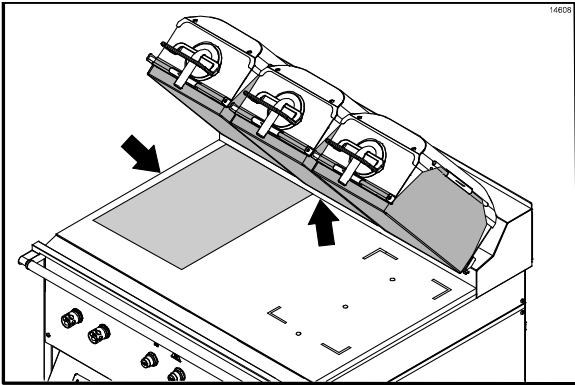

图 17
8. 让下煎板铁弗龙不粘膜的窄侧面向煎炉背面，放好不粘膜，使其位于距离每侧端部大约一英寸的位置。将不粘膜的后边缘与煎炉的后部挡油板及侧边对齐。（请见图 17）